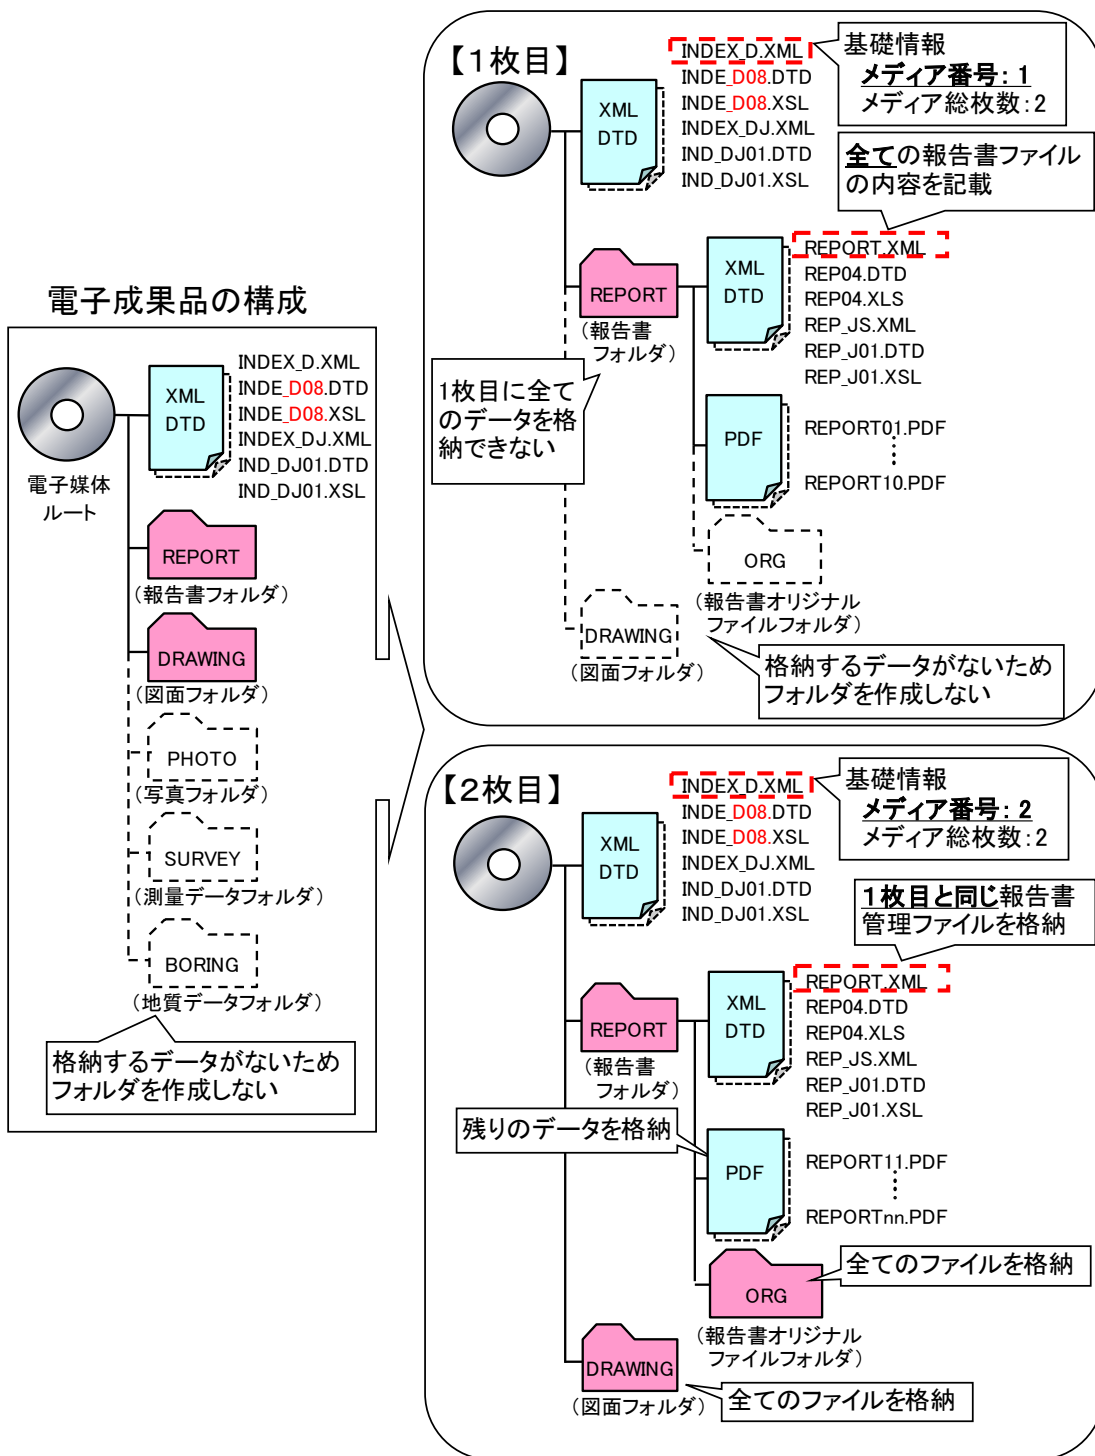

図 8-4 電子成果品の複数枚の電子媒体への格納例
- 電子成果品を複数枚の媒体に分けて格納する場合の例を図 8-4 に示す。